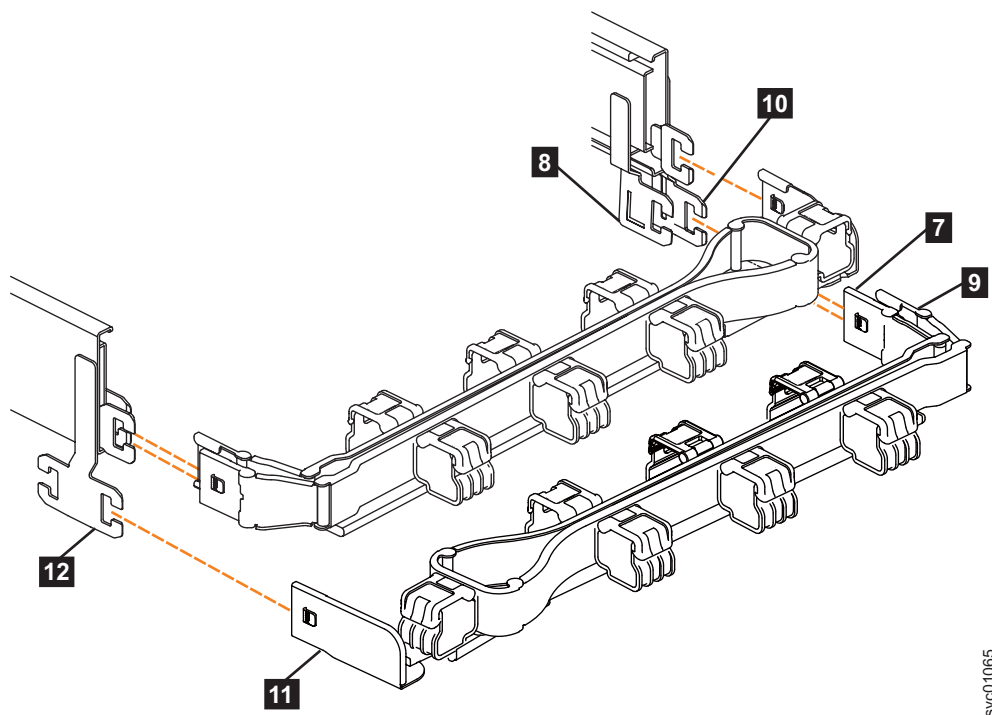

Figura 77. Comparación de la ubicación de los componentes de los conjuntos de CMA
Nota: El procedimiento para fijar el conjunto de CMA inferior es igual que el procedimiento para fijar el conjunto de CMA superior. No obstante, las ubicaciones de conector están invertidas. Para comparar, la Figura 77 en la página 88 muestra los conjuntos de CMA superior e inferior alineados para soportar los rieles. El conector de riel de soporte del CMA superior se fija al riel derecho. El conector de riel de soporte del CMA inferior **11** se fija al riel izquierdo.
5. Instale el conector interno del conjunto de CMA inferior (**7**) en el miembro interno del riel de soporte derecho (**8**), como se muestra en la Figura 77).
6. Instale el conector externo del conjunto de CMA inferior (**9**) en el miembro externo del riel de soporte derecho **10**, como se muestra en la Figura 77.
7. Fije el conector de riel de soporte del conjunto de CMA inferior (**11**) al conector del riel de soporte izquierdo (**12**), como se muestra en la Figura 77. Asegúrese de que el conjunto de CMA inferior está fijado de forma segura a los ganchos en el extremo de los rieles de soporte.